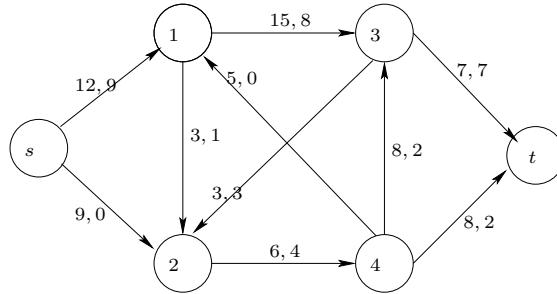

Figura 5.5: Rete iniziale (esercizi 5.10 e 5.11)
**Esercizio 5.10.** ★ Sia dato il problema del massimo flusso dal nodo  $s$  al nodo  $t$ , riportato in figura 5.5, dove a ogni arco  $(i, j)$  sono associati rispettivamente la capacità massima  $b_{ij}$  e il valore di flusso corrente  $f_{ij}$ .